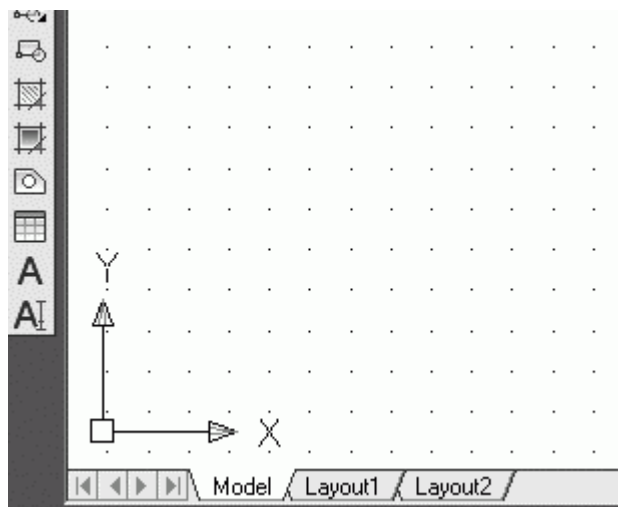

Рис. 1. Пиктограмма пользовательской системы координат пространства модели
*Пространство модели (ModelSpace)* – это пространство AutoCAD, где формируются модели объектов как при двумерном, так и при трехмерном моделировании. О том, что в окне AutoCAD на текущий момент установлено пространство модели, говорят соответствующая пиктограмма ПСК в рабочем поле чертежа, индикация кнопок Model в нижней части рабочего поля (рис. 1) и MODEL в строке состояния. Если пользователь AutoCAD работает только с двумерными объектами, ему нет особой необходимости переходить в пространство листа: все изображения объекта, а также дополнительная информация (рамка формата, размеры, основная надпись и пр.) могут формироваться в пространстве модели.